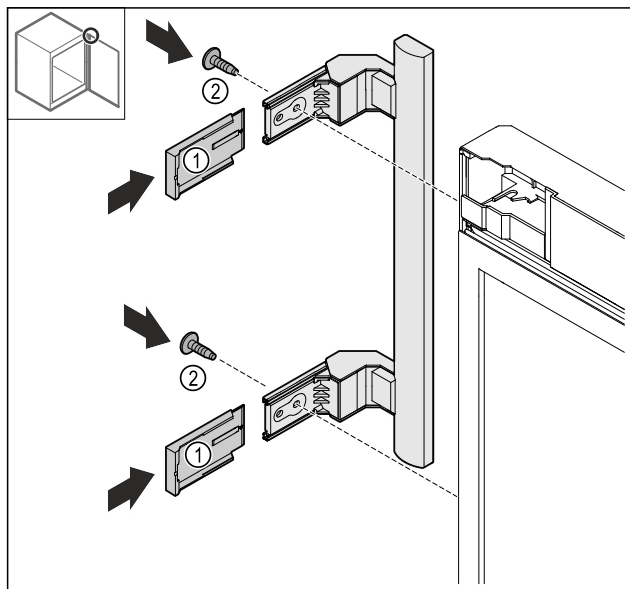

Fig. 21
- Pousser les caches Fig. 21 (1).